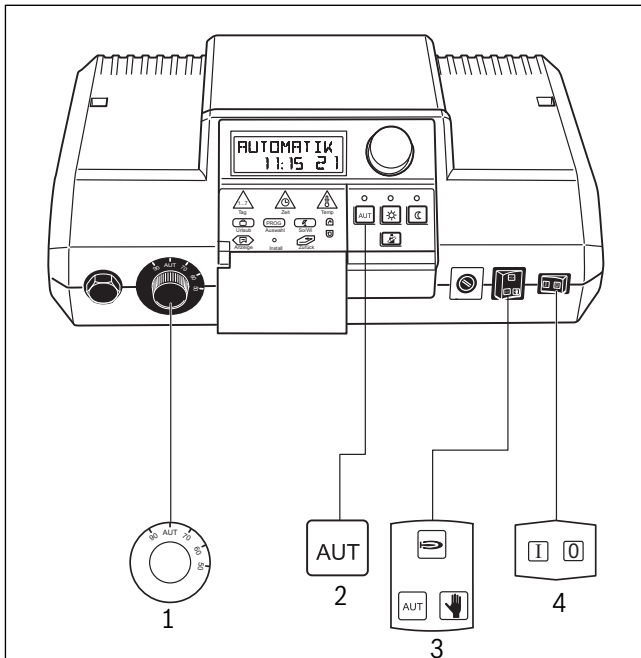

Bild 6 Benötigte Tasten für die Inbetriebnahme
- ▶ Stellen Sie den Betriebsschalter auf „I“ (EIN) (→ Bild 6, [4]).
- ▶ Drehen Sie den Kesselwassertemperaturregler auf „AUT“ (→ Bild 6, [1]).
- ▶ Stellen Sie den Schalter für Automatik-Betrieb, Not-Betrieb, Heizung und Warmwasser auf „AUT“ (→ Bild 6, [3]).
- ▶ Taste „AUT“ drücken um den Automatik-Betrieb nach Schaltuhr (→ „Betriebsart ändern“, Seite 9) zu starten (→ Bild 6, [2]).
- ▶ Stellung „0“ am Betriebsschalter (→ Bild 6, [4]) wählen.